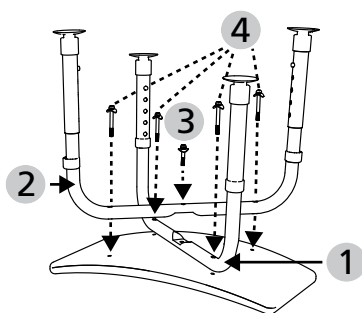

Abb. 2
1. Legen Sie die Sitzfläche mit der Unterseite nach oben auf eine saubere, ebene und stabile Fläche (Boden oder Tisch) (Abb. 2).
2. Zur Montage der Teleskopbeine werden diese überkreuzt auf der Unterseite der Sitzfläche angeordnet. Dabei liegt das Teleskopbein mit der Nummer 1 unten (Abb. 2, 1) und das mit der Nummer 2 (Abb. 2, 2) wird darüberliegend angeordnet und mittig befestigt (Abb. 2, 3).
3. Die Teleskopbeine an den vier übrigen Bohrlöchern mit der Sitzfläche verschrauben (Abb. 2, 4).
2. Zur Montage der Teleskopbeine werden diese überkreuzt auf der Unterseite der Sitzfläche angeordnet. Dabei liegt das Teleskopbein mit der Nummer 1 unten (Abb. 2, 1) und das mit der Nummer 2 (Abb. 2, 2) wird darüberliegend angeordnet und mittig befestigt (Abb. 2, 3). Verwenden Sie dafür folgende Teile: